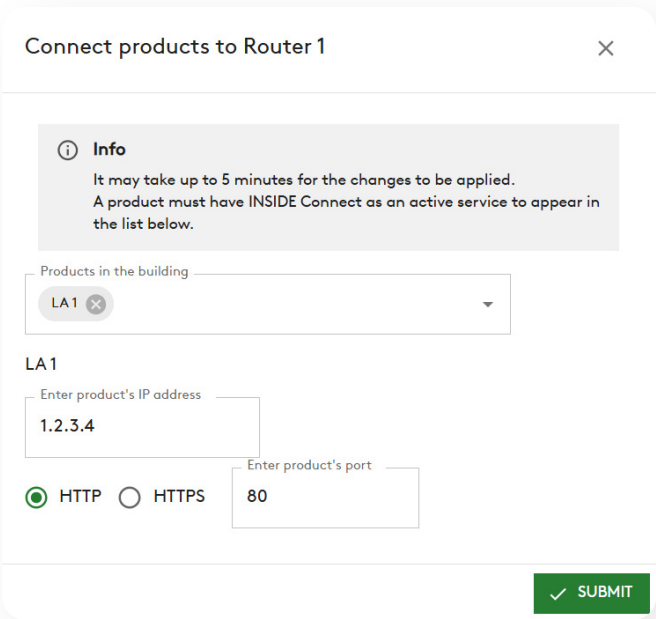

Figure 14. Remplissez les informations concernant l'adresse IP et les paramètres de port.
3. Cliquez sur le bouton **SOUMETTRE** (fig.14).